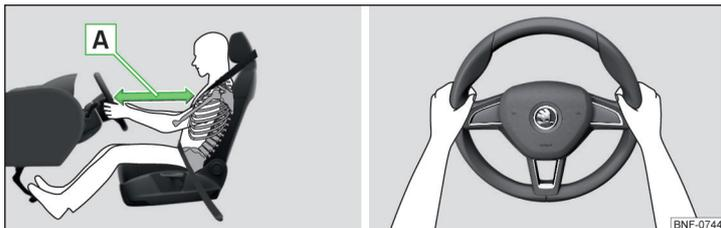

Fig. 4 Posición de asiento correcta del conductor / Sujeción correcta del volante
- ✓ Ajustar el asiento del conductor de la manera, que los pedales son pulsados con las piernas un poco dobladas y la distancia entre el volante y la quilla es mínima 25 cm » **fig. 4 - A.**
- Durante la conducción, sujete el volante con ambas manos por el borde exterior de los lados en las posiciones de las "9" y "3" horas» **fig. 4.** No sujete nunca el volante en la posición de las "12 horas" o de cualquier otro modo (p. ej., en el centro o en el borde interior del volante, etc.). De lo contrario puede generarse lesiones graves en los brazos, manos y la cabeza cuando se activa el airbag.